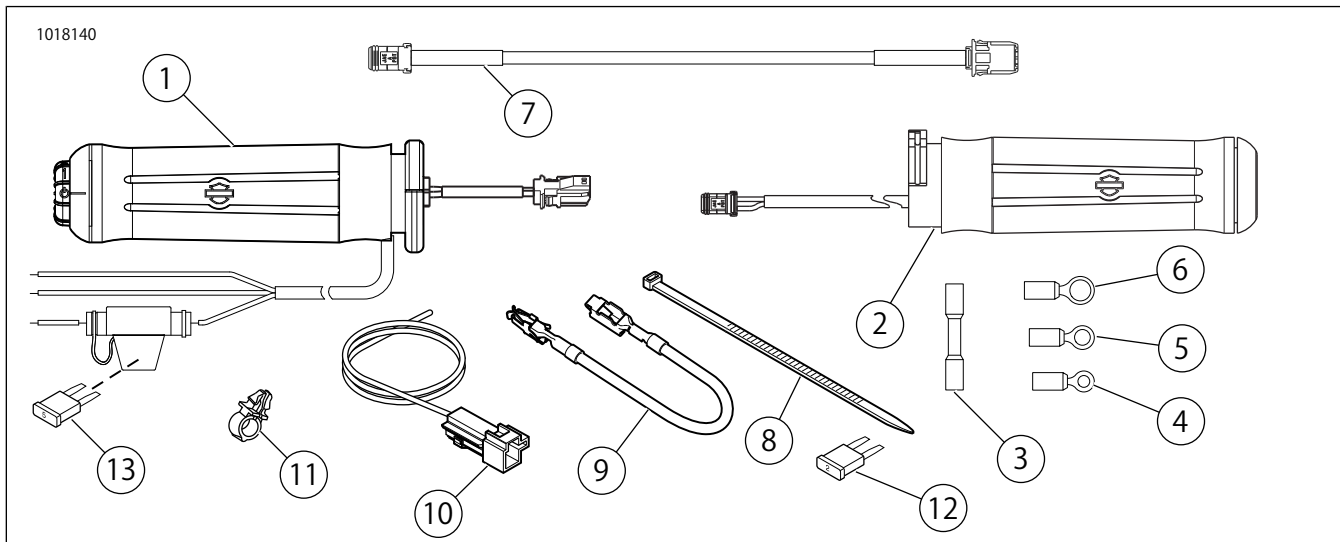

図22。交換用パーツ、ヒートッドハンドグリップキット
3. 「図22」を参照してください。キットから正しいリングターミナル(4、5または6)を選び、シルバーターミナルスタッド(赤色配線)を回路ブレーカーに装着します。
1. 「図22」を参照してください。キットから正しいリングターミナル(4、5または6)を選び、シルバーターミナルスタッド(赤色配線)を回路ブレーカーに装着します。
2. 「図22」を参照してください。キットから正しいリングターミナル(4、5または6)を選び、シルバーターミナルスタッド(赤色配線)を回路ブレーカーに装着します。
2. 「図22」を参照してください。B+コネクターにキットのアダプターハーネス(10)を挿入します。